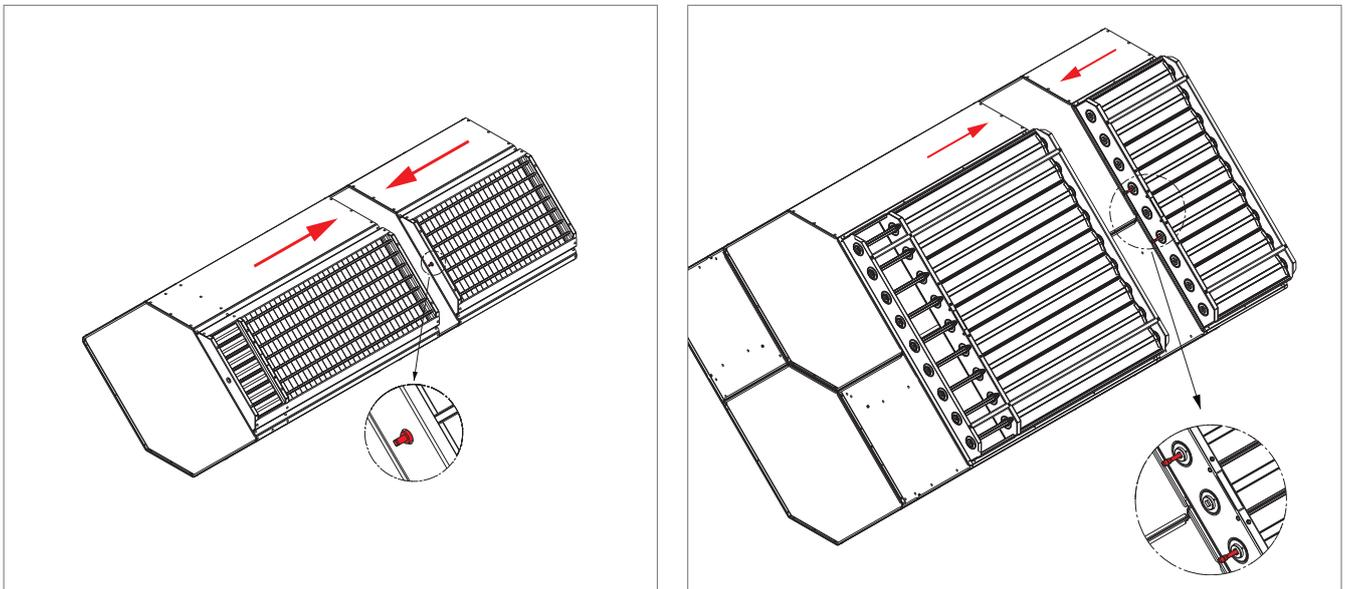

Bild 7: Die Klappen mehrteiliger Tauscher mit Verbindungsbolzen zusammenfügen.
- Ein oder mehrere Verbindungsbolzen sind in einem der Tauscher vorinstalliert (siehe Bild 7) oder der Lieferung beigelegt.